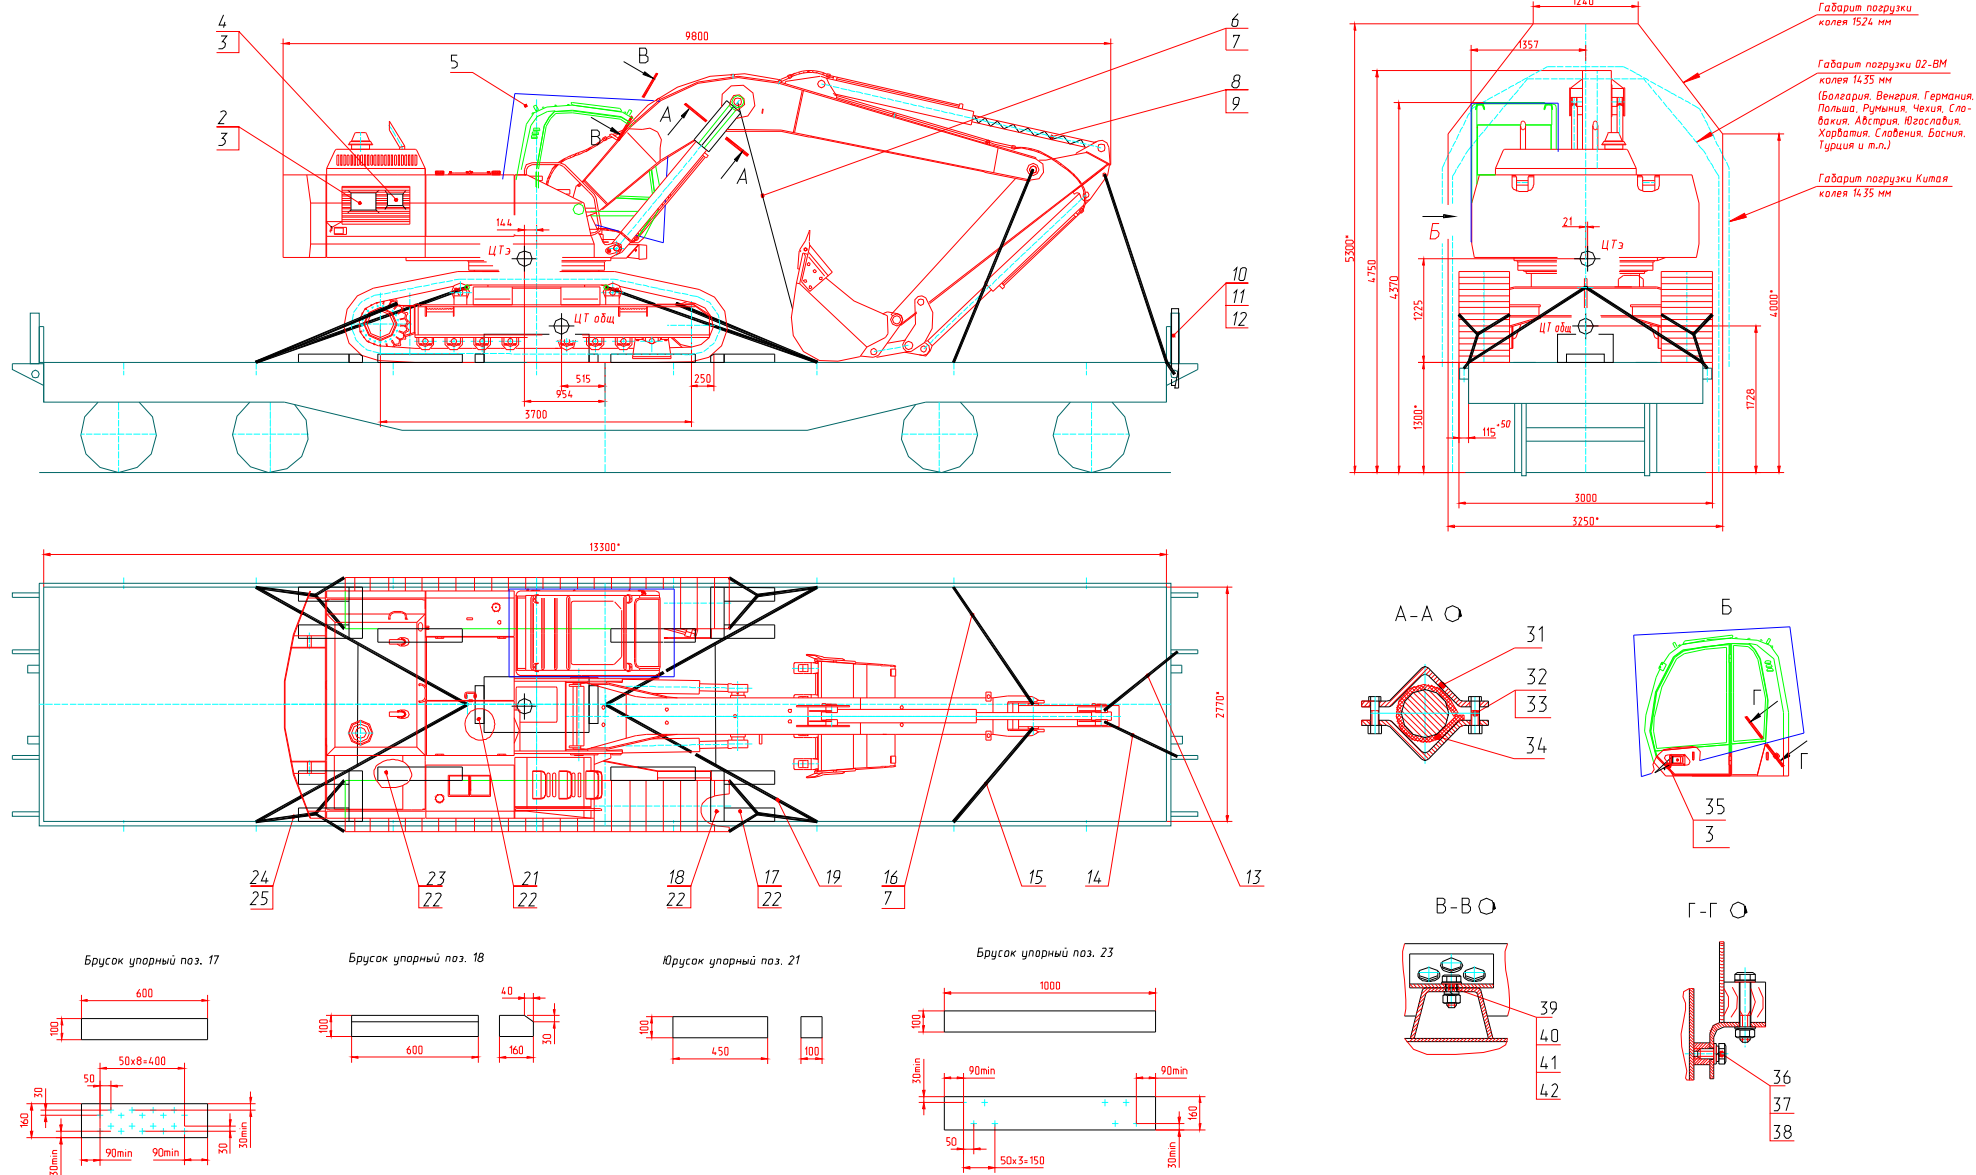

Рис. 4 Схема погрузки экскаватора на четырехосную железнодорожную платформу
Транспортирование экскаватора по железной дороге производится в соответствии со схемой погрузки, утвержденной Управлением железной дороги (рис.4).
2. Экскаватор грузить на платформу собственным ходом по эстакаде с углом наклона до 9° или с помощью крана и разместить над продольной осью платформы по схеме (см. рис. 4). Стрелу опустить, рукоять и ковш подвернуть. Включить стопор поворота. После погрузки рычаги управления гидрораспределителем установить в нейтральное положение. Законсервировать штоки гидроцилиндров, слить горючее из бака сверх установленной нормы (15 л). Закрыть капот, окно (изнутри), дверь закрыть на ключ и опломбировать. Кабину закрыть кожухом.